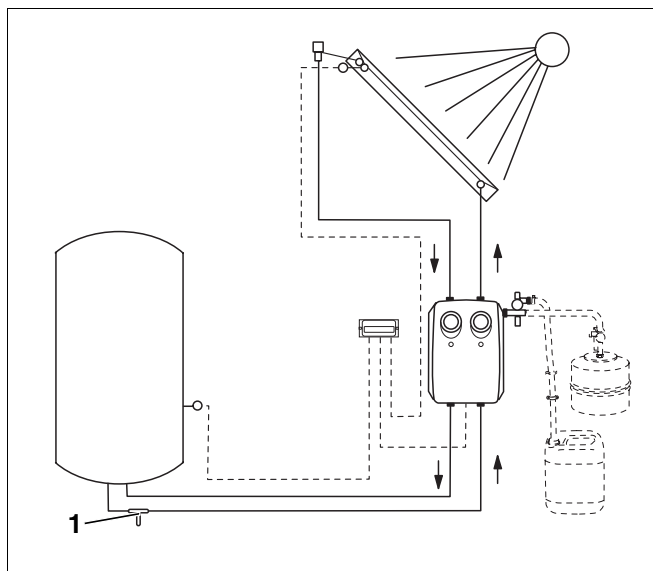

Fig. 10 Posição da torneira E/D
- ▶ Monte um dispositivo de drenagem do sistema de aquecimento por energia solar na tubagem de retorno, no ponto mais baixo do sistema (peça em T com torneira E/D, Fig. 10, **Item 1**).